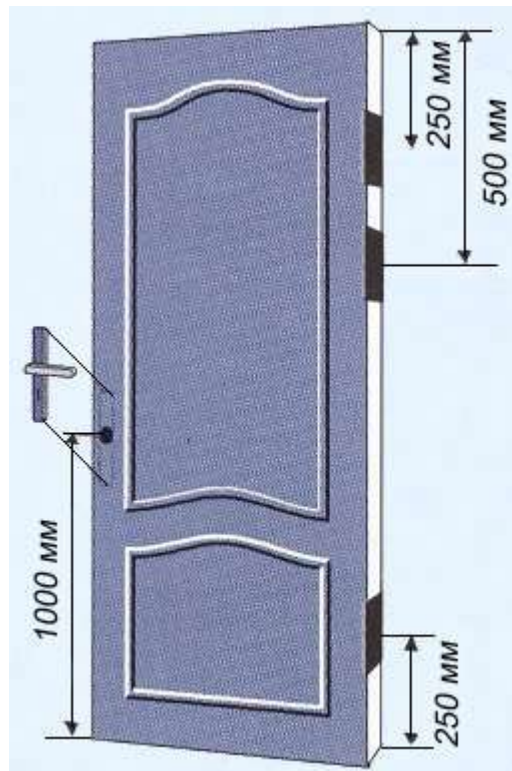

Рис.7
3. Разметить на дверной коробке и полотне места для врезки петель и замка. Рекомендуемое количество петель - 2 штуки. Размеры для установки замка и петель показаны на рис.7.